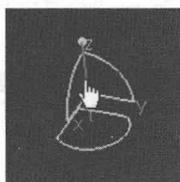

图 1-11 直线平移
- ◆ 直线平移：用鼠标左键抓住指南针上的任何直线，则绘图区的物体和空间会沿着此直线移动，但指南针不会移动，如图 1-11 所示。